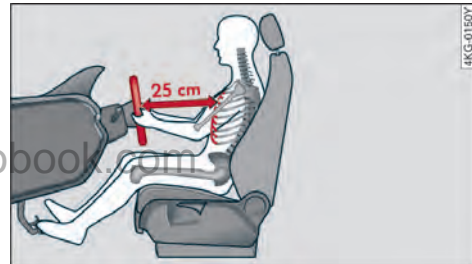

图 48 驾驶员与方向盘之间至少保持为 25cm 的距离
- 上身和方向盘与方向盘和仪表盘之间的间距至少有 25cm⇒ 图 48，这样安全气囊释放时，才能得到有效的保护。